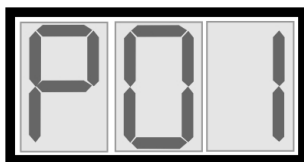

Abb. 3
5. Nachdem das Passwort angenommen wurde, kann die Liste der Programmierschritte direkt aufgerufen werden. Der erste **Programmierschritt P01 wird automatisch** ausgewählt (Abb. 3).